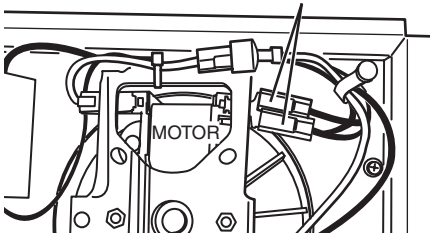

FIG. 11 -120VAC TO 240VAC CONVERSION CONVERSIÓN DE 120VCA A 240VCA
- 120 VAC to 240 VAC Conversion (FIGS. 11 & 12)**
- Conversión de 120 VCA a 240 VCA. (FIGS. 11 & 12)**